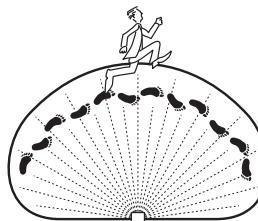

Figura 8
- Camine por el área de cobertura y note dónde está usted cuando la luce se encienden. Además, el indicador LED detrás de la lente del detector de movimiento se iluminará en azul cuando se detecte movimiento (vea la Figura 8). *Nota:* El LED azul se apagará 30 segundos después de que se haya detenido todo movimiento.